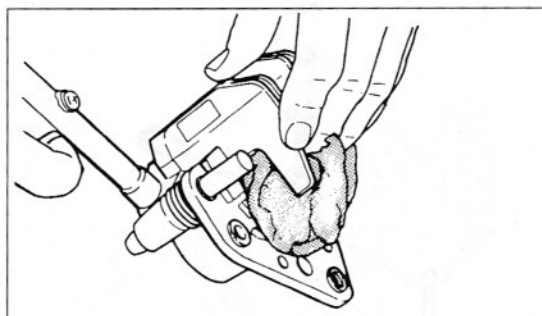

Bild 274
- **Hinten:** Druckluft in Bremsschlauch-Anschlussgewinde blasen, um Kolben herauszustossen. Lappen um Bremssattel legen, um Kolben weich aufzufangen (Bild 274).